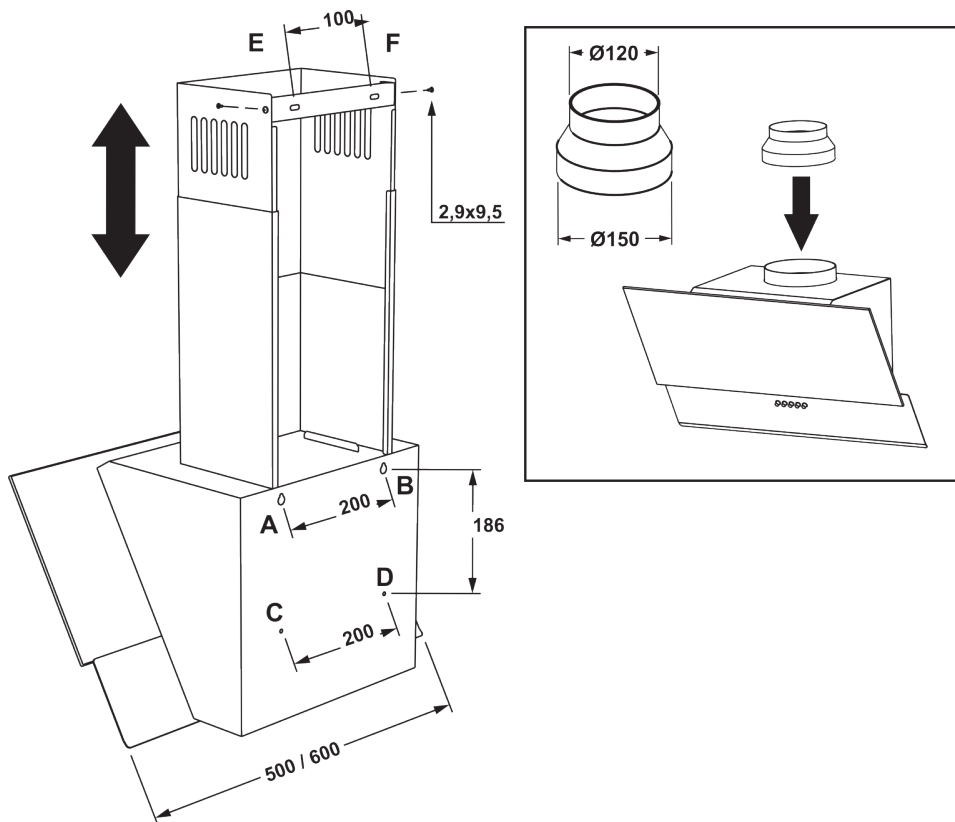

Рис. 4
6.4 Проведите разметку крепежных отверстий корпуса на стене кухни. Для этого изготовьте бумажный шаблон с координатами 4-х отверстий на задней стенке корпуса (точки А, В, С, D див. схема монтажу); приложите шаблон к стене на необходимой высоте, указанной ранее, и выровняйте по уровню (рис.4).
6.10 Установите телескопический кожух дымохода на корпусе вытяжки. Поднимите верхнюю панель кожуха с планкой под потолок, чтобы он закрывал воздуховод вентиляции, и разметьте по пазам планки 2 отверстия под крепление (точки Е, F) рис.4.
6.14 Установите внешнюю панель кожуха дымохода в пазы на корпусе вытяжки, а внутреннюю – поднимите вверх до совмещения отверстий крепления с планкой и соедините с боков 2-ма шурупами ПКГ 2,9х9,5 (рис.4).